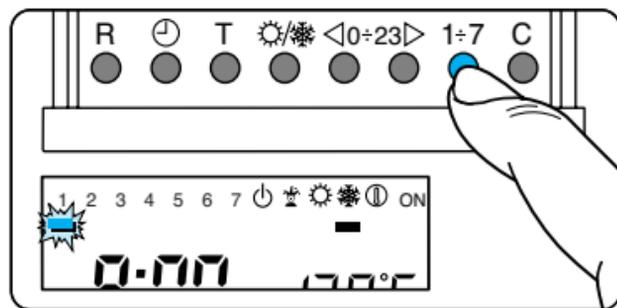

Fig. 35
8.2 - Tramite il pulsante **1÷7** portare l'indicatore del giorno in posizione 1 (Lunedì) (fig. 35).